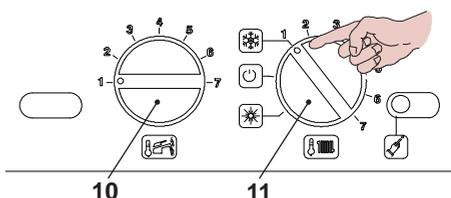

Fig. 2.3
- Ruotate il selettore 11 come in Fig. 2.3